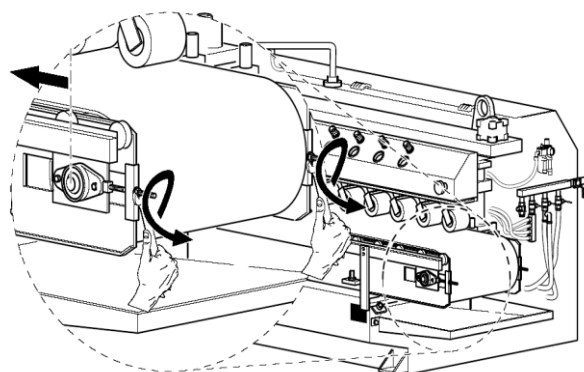

Fig. 46
4. En agissant du côté de la poulie folle, desserrer les rosettes de tension de la bande transporteuse (Fig. 46).
9. Visser les vis qui fixent l'équerre de support (Fig. 46/1-2).